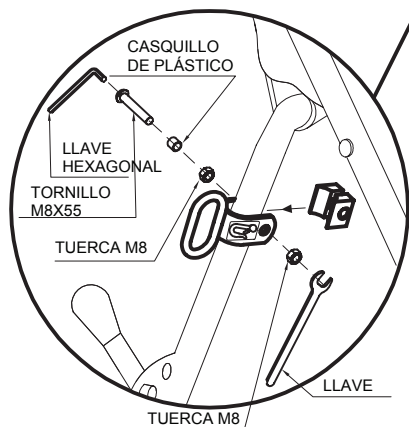
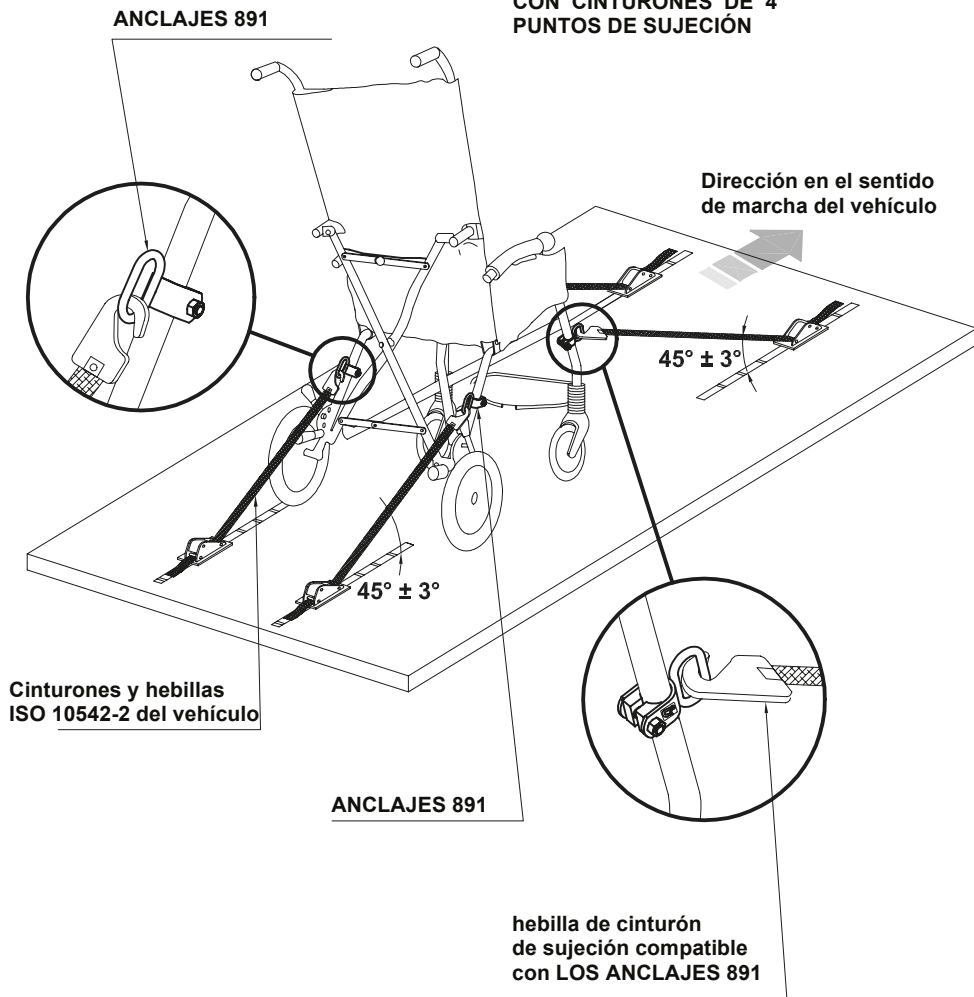

fig. 3
fig. 4
- EL NIÑO SENTADO EN LA SILLA DE PASEO DEBE SER UBICADO EN LA DIRECCIÓN DEL SENTIDO DE MARCHA DEL VEHÍCULO EN MOVIMIENTO (ver. fig. 4 pág. 12).
- EL VEHÍCULO DEBE SER APTO PARA EL TRANSPORTE DE SILLAS DE RUEDAS/SILLAS DE PASEO ORTOPÉDICAS DE CONFORMIDAD CON LA NORMA ISO 7176-19 (ver. fig. 4 pág. 12)
- LA SILLA DE PASEO DEBE SUJETARSE AL VEHÍCULO mediante: 1) un sistema de cinturones de sujeción de 4 puntos conforme con la ISO 10542-2 suministrado con el vehículo (ver. fig. 4 pág. 12) y 2) el accesorio 891 - ANCLAJES (4 ANILLOS) (ver. fig. 1 y 2 pág. 10, fig. 3 pág. 12 y fig. 4 pág. 12)